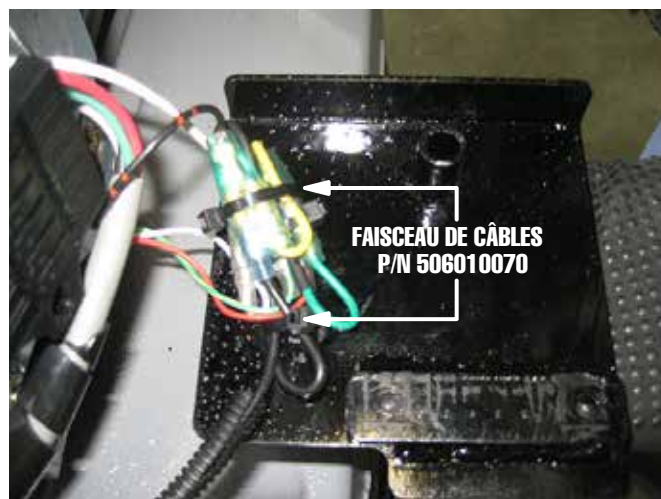

Figure 25. Fixer le câblage au panneau électrique
11. Rassembler les connecteurs et les fixer à l'arrière du panneau électrique avec les attaches de câble (N/P 506010070). Voir la Figure 25.